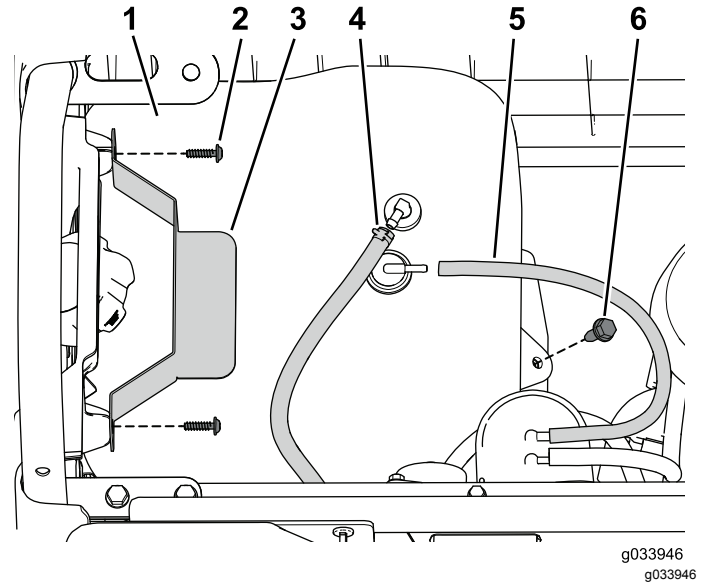

图4
1. 拧下将油箱固定到油箱托盘上的凸缘头螺栓图4。
2. 拧下固定压紧装置的螺丝图4。
3. 从油箱上断开通气管和燃油管线图4。
7. 将燃油管线和排气管连接至油箱 图4。
8. 用之前卸下的螺丝固定压紧装置 图4。
9. 用之前卸下的凸缘头螺栓将油箱固定到油箱托盘上 图4。